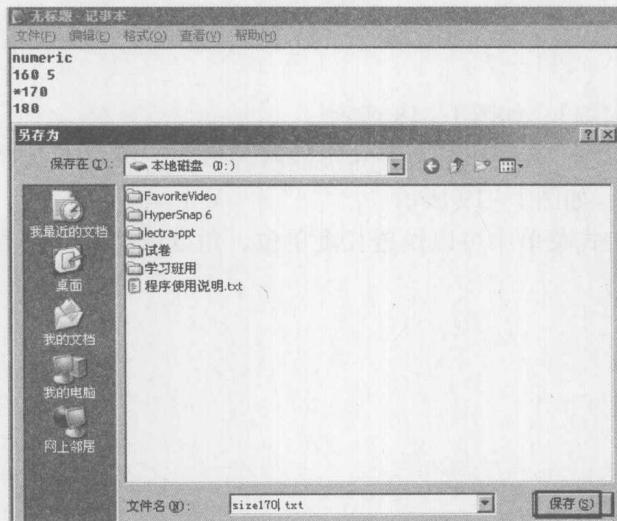

图 1-14
②存盘：在【文件】中点击【另存为】，选存盘路径和文件名：size170，后缀名自动为.txt，点击保存即可，如图 1-14 所示。